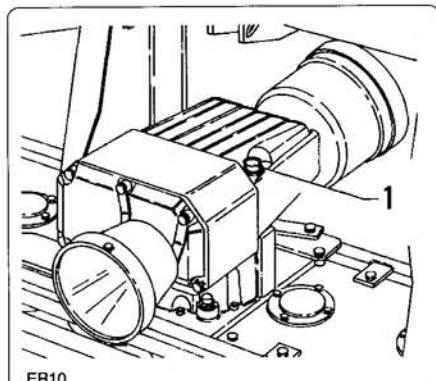

fig. 7.4.4
- Contrôler le niveau d'huile du réducteur (fig. 7.4.4) avec la jauge du bouchon "1".